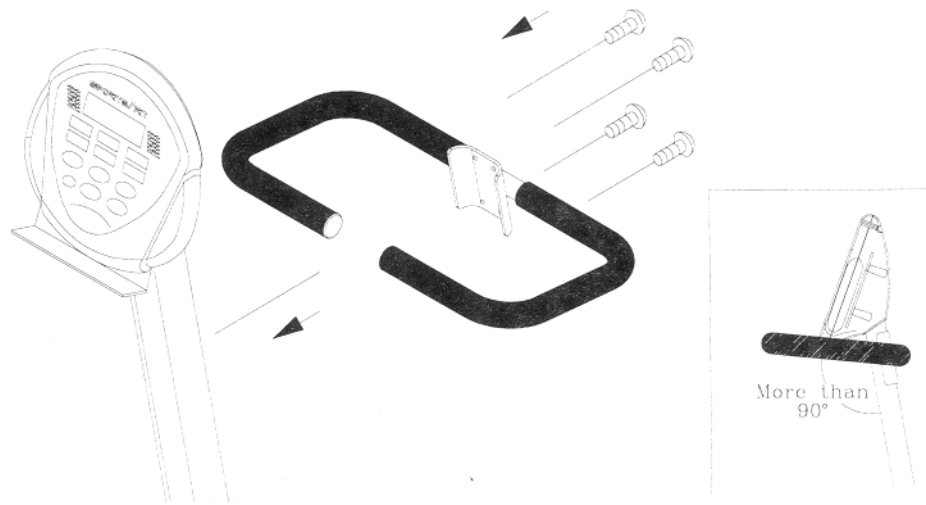

Fig.5
7. Gebruik de 1/4 " bouten om het handvat vast te maken aan de rechtopstaande stang. Zorg ervoor dat de hoek tussen het handvat en de rechtopstaande stang meer dan 90 graden is. (zie fig.5)